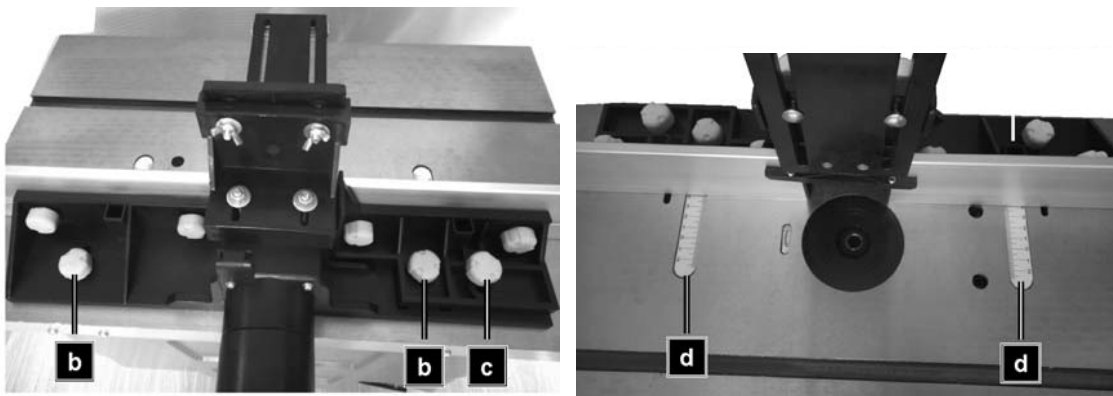

Fig. 17 : Réglage de la butée/du guide
Desserrez les deux vis à tête en plastique (pos. b, figure 17) à l'arrière de la butée.
1. Poussez la butée dans la position souhaitée. Utilisez l'échelle graduée (pos. d, figure 17) sur la table pour régler la distance entre la butée et le centre de la fraise.
2. Resserrez les deux vis à tête en plastique (pos. b, figure 17) à l'arrière de la butée pour fixer la butée dans cette position.
Lors du fraisage de chants, la pièce est plus étroite du côté de la sortie que du côté de l'entrée du matériau. La butée doit toujours être ajustée pour le matériau le plus fin, afin d'assurer un bon guidage de la pièce et une coupe précise. Pour ce faire, desserrez les vis à tête en plastique (pos. b, figure 17), poussez la butée vers l'avant en fonction de l'épaisseur de matière retirée et resserrez.